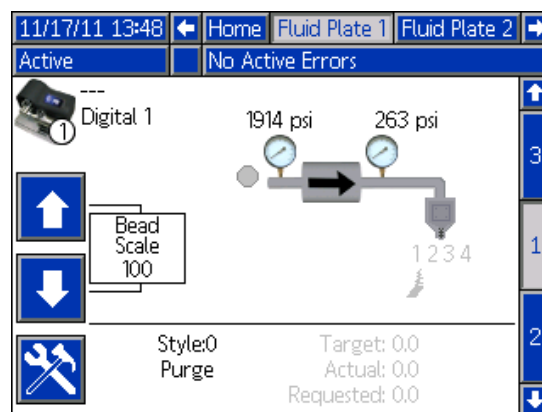

図 33
4. ホーム画面 1 上の硫体プレートにディスペンされたボリュームを記録します。ページ 47 の図 33 を参照してください。
4. ホーム画面 1 上の硫体プレートにディスペンスされたボリュームを記録します。ページ 47 の図 33 を参照してください。